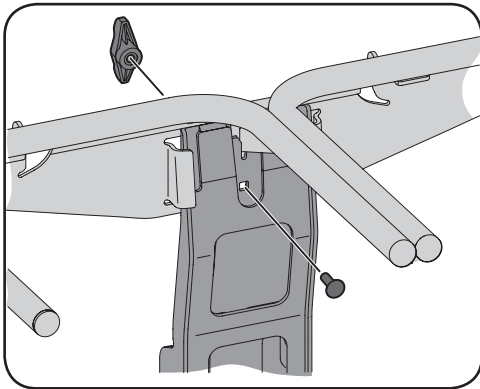

Figura 4-8
4. Fije la unidad de suspensión a la ménsula de soporte vertical con un perno de carro (710-0276) y perilla de aleta (720-04122) del paquete de herrajes 689-00600. Consulte la Figura 4-8.